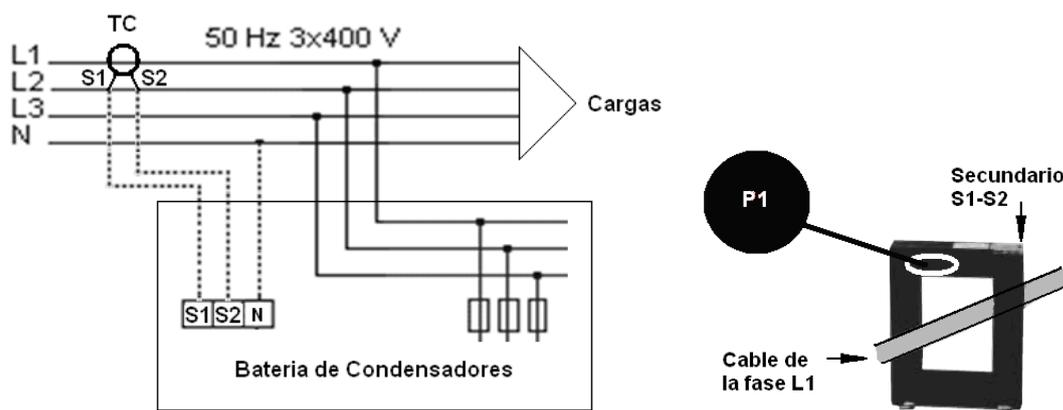

Figure 6 : Installation du transformateur de courant (TC) externe
3.9.- CONNEXION DU TRANSFORMATEUR DE COURANT (TC)
Il est nécessaire de placer un transformateur de courant (TC) extérieur à la batterie des condensateurs, mesurant le courant total de la charge plus celui propre à la batterie (Figure 6).
Le transformateur standard doit avoir une sortie nominale de 5 A sur le secondaire. Il est conseillé de connecter le TC à la phase L1 avec le sens du courant de P1 à P2 (voir Figure 6) et de connecter le secondaire (bornes S1, S2) aux bornes du même nom de la batterie (voir Figure 6)